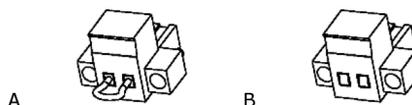

Fig. 17. Conector para el EPO externo.
- Bien al retirar el conector hembra del zócalo donde está insertado. Este conector lleva conectado un cable a modo de puente que cierra el circuito (ver Fig. 17-A).
- Bien al accionar el pulsador externo al equipo y de propiedad del usuario e instalado entre los terminales del conector (ver Fig. 17-B). La conexión en el pulsador deberá estar en el contacto normalmente cerrado **-NC-**, por lo que abrirá el circuito al accionarlo.